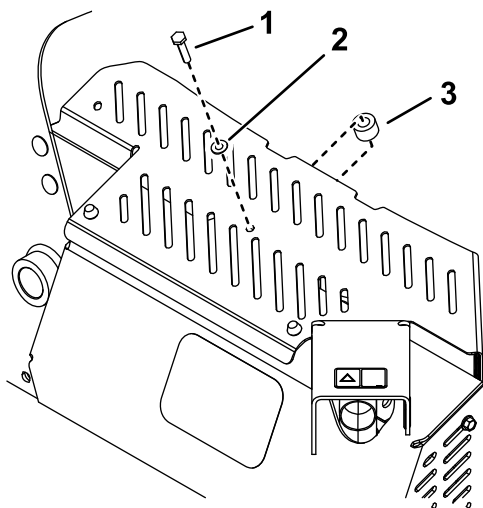

Figure 11
- Installez l'entretoise entre l'écran pare-chaleur et la protection du silencieux à l'aide du boulon autotaraudeur (1/4 x 1 1/4 po) et de la rondelle (Figure 11).